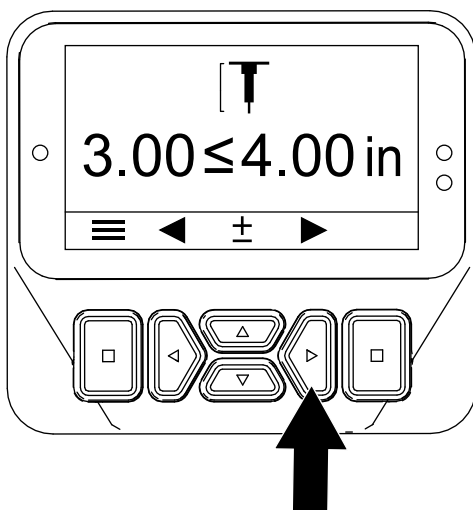

Figura 47
4. Pulse el botón derecho para mostrar la pantalla Ajuste de la profundidad de las perforaciones (Figura 47).